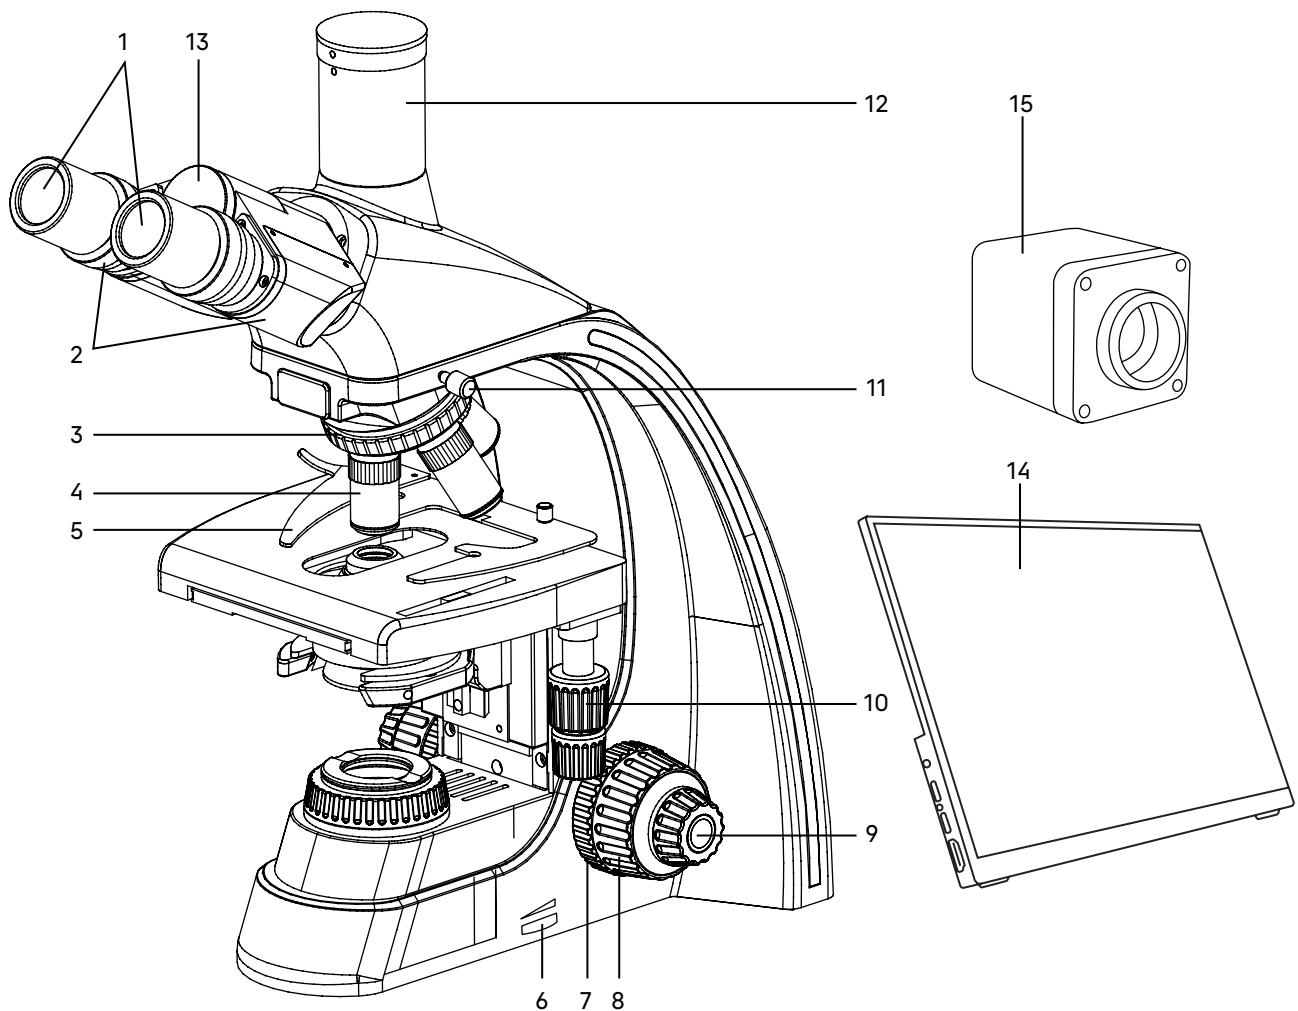
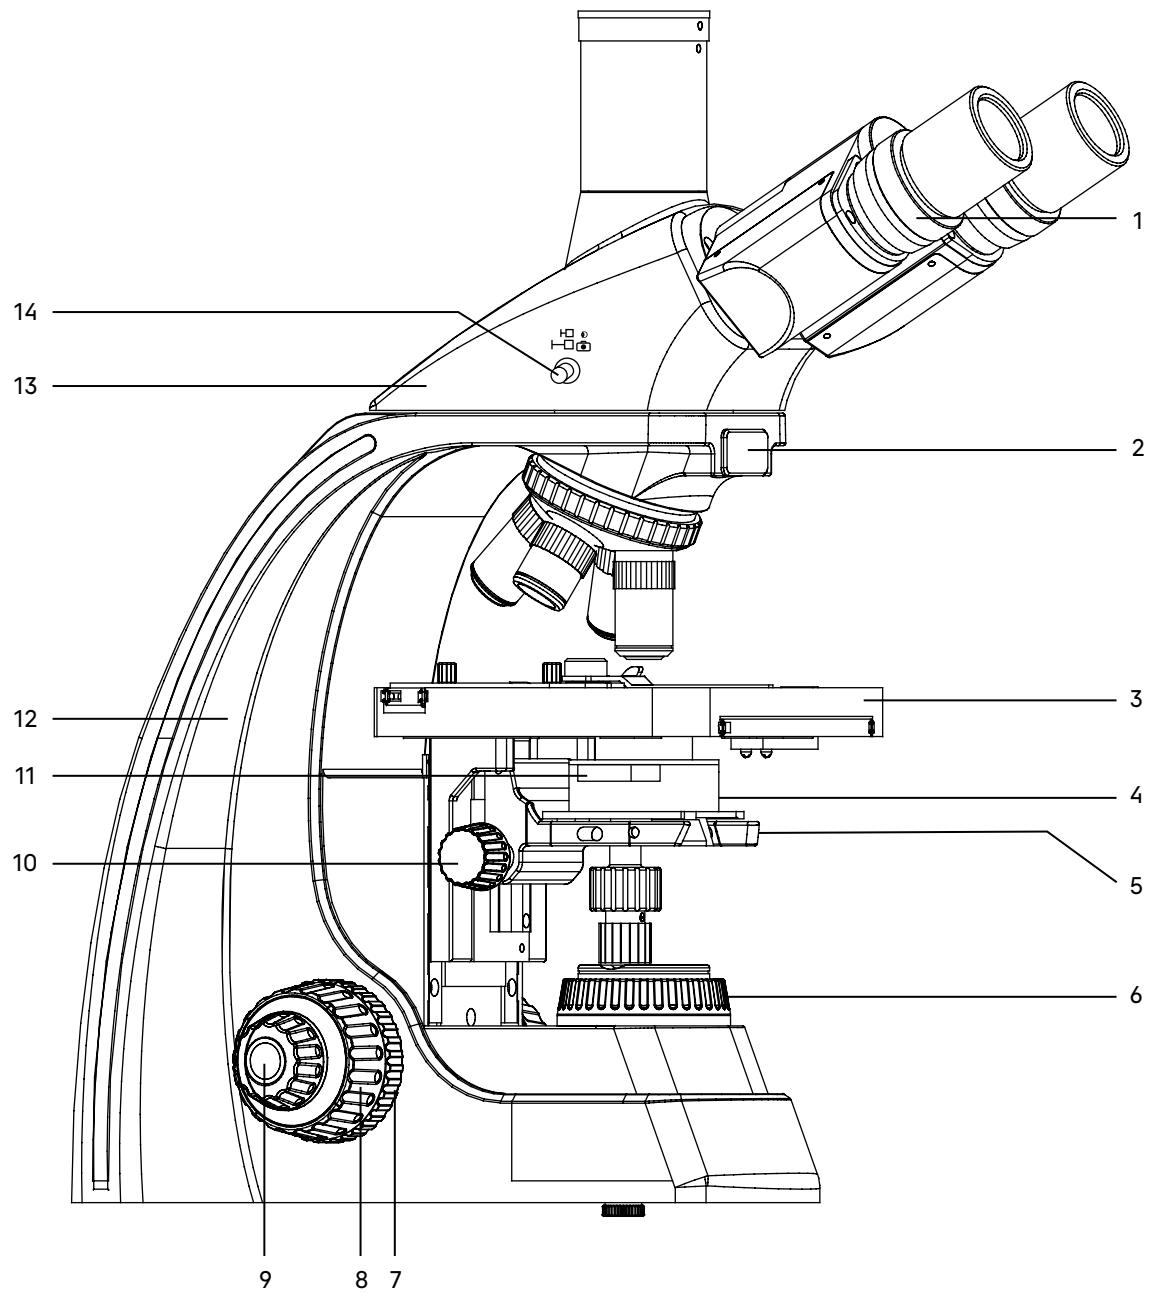

Рис. 1. Микроскоп MAGUS Bio D250 LCD. Вид справа
Рис. 2. Микроскоп MAGUS Bio D250 LCD. Вид слева
Общий вид микроскопа представлен на рис. 1 и 2.
Штатив 12 (рис. 2) представляет собой цельную конструкцию с основанием. Основание имеет Y-образную устойчивую эргономичную форму.
- револьвер 3 (рис. 1) с объективами 4 (рис. 1);
- предметный столик 3 (рис. 2);
- кронштейн конденсора 5 (рис. 2);
- коллектор в оправе с полевой диафрагмой 6 (рис. 2).
Ручка 6 (рис. 1) служит для регулировки напряжения питания источника света.
Фокусировка на объект осуществляется перемещением по высоте предметного столика 3 (рис. 2). Грубая фокусировка производится вращением коаксиальных рукояток 8 (рис. 1, 2), которые размещены по обеим сторонам штатива.
Тонкая фокусировка производится вращением рукояток 9 (рис. 1, 2), расположенных по обеим сторонам штатива. Тонкая фокусировка требуется для точного фокусирования на объект и для подфокусировки микроскопа на резкость изображения при смене объективов и препаратов.
Механизм регулировки жесткости хода грубой фокусировки 7 (рис. 1) – кольцо между штативом и рукояткой грубой фокусировки с правой стороны. С помощью кольца регулируется жесткость хода грубой фокусировки так, чтобы жесткость была комфортной для пользователя, но при этом столик не опускался самопроизвольно во время работы.
Рукоятка блокировки грубой фокусировки 7 (рис. 2) расположена с левой стороны. После завершения грубой фокусировки рекомендуется перевести рычаг в крайнее положение в направлении по часовой стрелке. Таким образом закрепится положение грубой фокусировки для быстрой рефокусировки после смены препарата.
Насадка 13 (рис. 2) обеспечивает визуальное наблюдение изображения объекта. Насадка устанавливается в отверстие штатива 12 (рис. 2) и закрепляется винтом 11 (рис. 1). Насадку при установке развернуть окулярами в сторону предметного столика.
Изменение межзрачкового расстояния в насадке осуществляется разворотом окулярных тубусов 2 (рис. 1) в пределах 48–75 мм. Значение расстояния, установленного в соответствии с глазной базой наблюдателя, отсчитывается по шкале на насадке 13 (рис. 1).
Механизм диоптрийной подвижки окуляров служит для компенсации аметропии глаз наблюдателя. Находится на левом окулярном тубусе – кольцо 1 (рис. 2).
В вертикальный тубус 12 (рис. 1) корпуса визуальной насадки (канал визуализации) для фиксации камеры (видеоокуляра) устанавливается переходник C-mount. Камера служит для вывода изображения на экран компьютера или монитор/телевизор. Переключение светового потока на вертикальный тубус производится рукояткой 14 (рис. 2). Рукоятка имеет два положения: 100/0 и 0/100.
В комплект микроскопа входят окуляры 1 (рис. 1). Окуляры имеют высокое положение выходного зрачка и предназначены для работы как в очках, так и без них.
Револьверное устройство 3 (рис. 1) обеспечивает установку пяти объективов 4 (рис. 1). Смена объективов производится вращением револьверного устройства за конусную рифленую поверхность до фиксированного положения.
Объективы 4 (рис. 1) рассчитаны на длину тубуса «бесконечность». Парфокальная высота объективов составляет 45 мм, линейное поле зрения в плоскости изображения – 22 мм. Рассчитаны для работы с препаратами с толщиной покровного стекла 0,17 мм или без покровного стекла. Микроскоп укомплектован объективами-планахроматами с увеличением 4x, 10x, 40x, 100x. Дополнительно возможна комплектация объективами-планахроматами 20x и 60x.
Конденсор 4 (рис. 2) установлен в кронштейн 5 (рис. 2) под предметным столиком микроскопа. Тип крепления конденсора – «ласточкин хвост». Конденсор устанавливается по направляющим при поднятом столике и опущенном кронштейне. Перемещение конденсора вдоль оптической оси микроскопа осуществляется с помощью рукоятки перемещения кронштейна конденсора 10 (рис. 2), расположенной слева от наблюдателя под столиком микроскопа. Диапазон перемещения конденсора – не менее 21 мм.
Конденсор имеет слот 11 (рис. 2) для установки слайдера темного поля или слайдера фазового контраста.
Двухкоординатный предметный столик 3 (рис. 2) обеспечивает перемещение объекта в двух взаимно перпендикулярных направлениях с помощью рукояток 10 (рис. 1), расположенных на одной оси.
У столика отсутствует выдвижная зубчатая рейка по оси X, что повышает эргономичность работы. Механизм с ременной передачей плавно перемещает объект. Объект крепится на поверхности столика препаратородержателем 5 (рис. 1), для чего прижим отводится в сторону. Препаратородержатель крепится к столику при помощи двух винтов. При снятом препаратородержателе объект можно перемещать рукой.
Встроенный в основание микроскопа светильник включает коллектор в оправе с полевой диафрагмой 6 (рис. 2) и источник света – галогенную лампу или светодиод.
Включение светильника осуществляется с помощью выключателя на задней панели штатива. Регулировка яркости осуществляется ручкой 6 (рис. 1).
Полевая диафрагма регулируется (открывается/закрывается) вращением кольца оправы 6 (рис. 2). Питание лампы осуществляется от сети переменного тока частотой 50 Гц через источник электропитания, встроенный в штатив микроскопа.